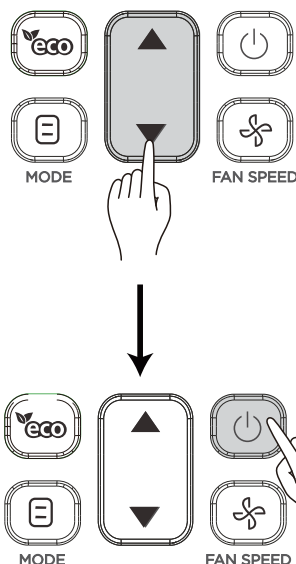

Figura 4.5
- ② Premere ▲ e ▼ per regolare il valore del parametro;
- ③ Una volta effettuata la regolazione, premere  o aspettare 5 secondi per salvare il settaggio del parametro. La sequenza operativa del tasto è mostrata in Figura 4.5.